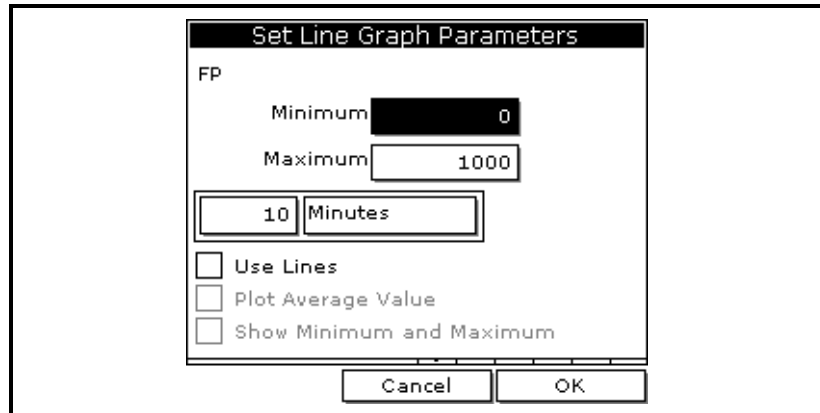

Figura 3-4: La ventana de Line Graph Parameters
2. Use las teclas de flecha para desplazarse a Limits y oprima [ENTER]. Aparece una pantalla similar a la Figura 3-4 a continuación.